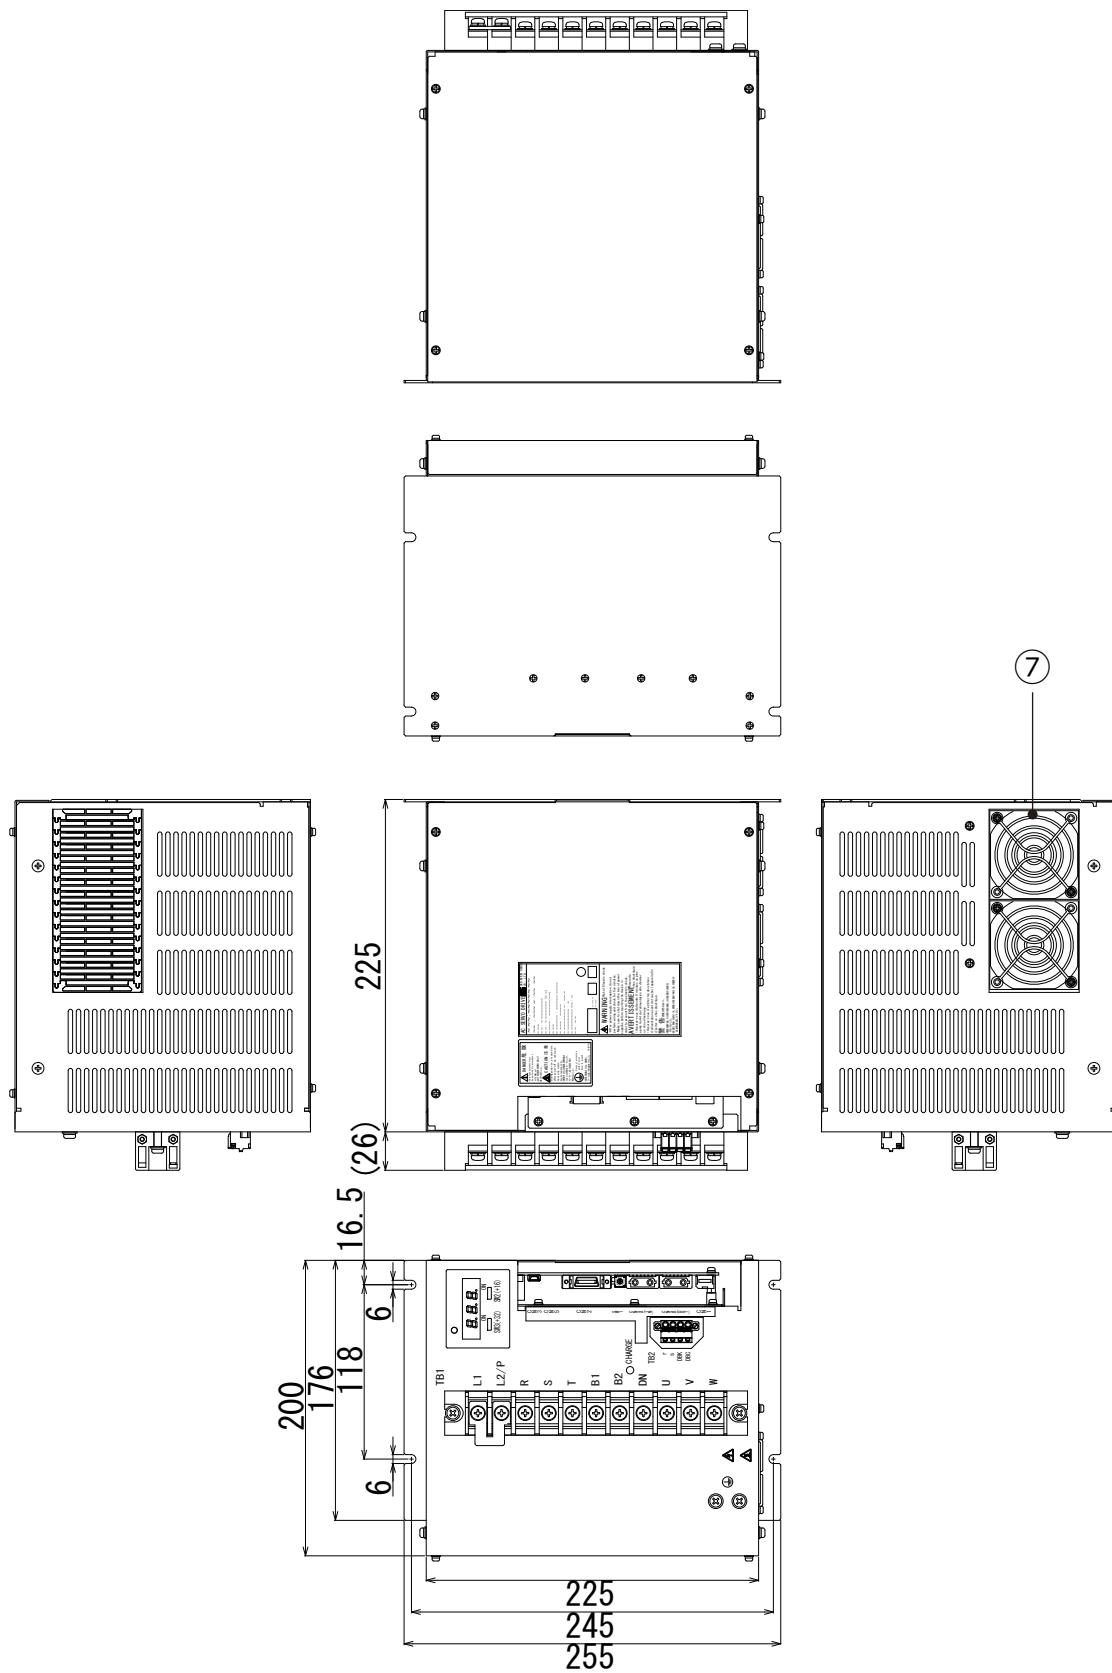

图12-9 200V 7kW驱动器主体外形图 (Type5)
| ⑦ | FAN | 空冷用风扇参照 「图 12-9 200V 7kW 驱动器主体外形图 (Type5)」 | |